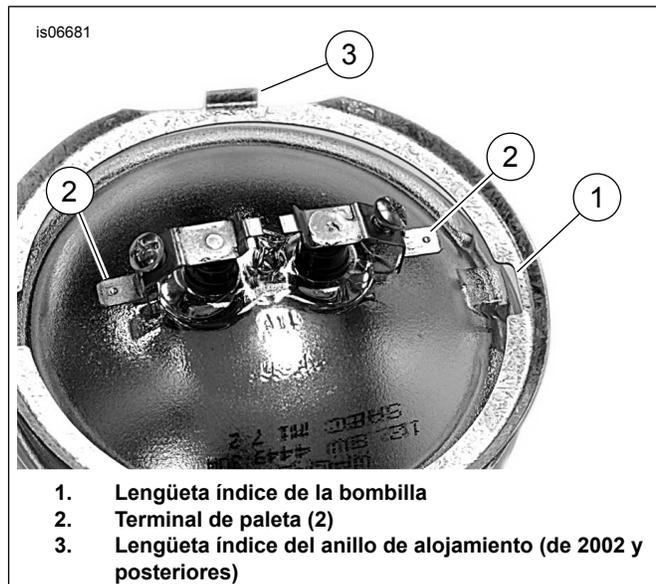

Figura 3. Terminales de la bombilla de la luz auxiliar
7. Vea Figura 3. Coloque el anillo de alojamiento interior en la bombilla. Conecte el cable negro al terminal de paleta de la bombilla al lado de la lengüeta índice de la bombilla (1) en la bombilla. Instale el cable gris en el terminal de paleta restante.